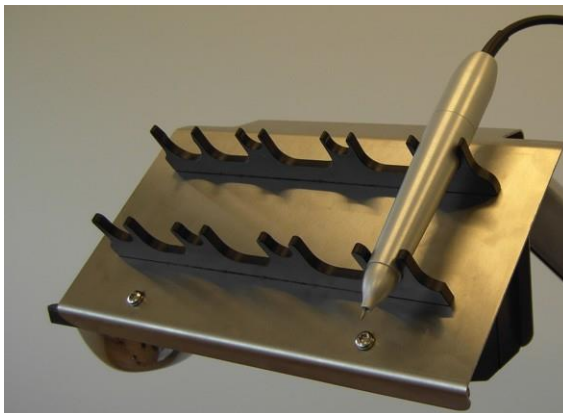

Figura 3-76. Colocación de la pieza manual de incisión en el soporte de piezas manuales
10. Coloque la pieza manual de incisión en el soporte de piezas manuales, como se muestra en la Figura 3-76.